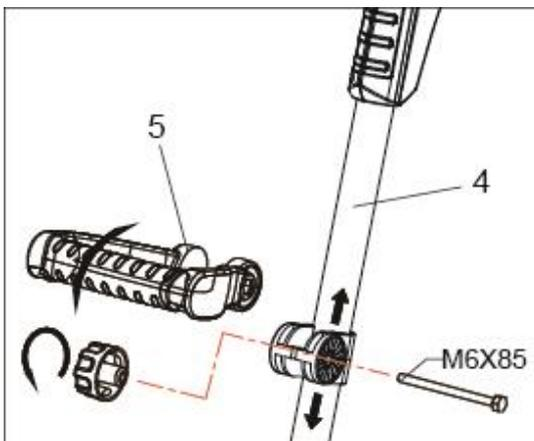

Рис. 4
- Ослабьте ручку и поднимите рукоятку управления в рабочее положение (Рис. 4).